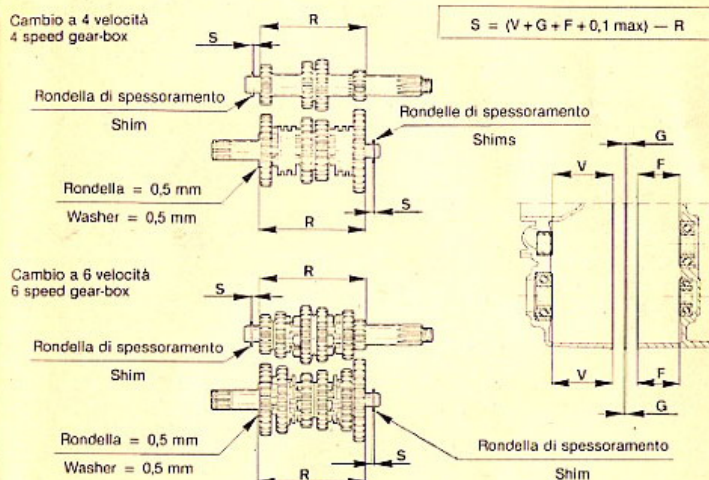

FIG. 23 Cambio
- 3) In caso di sostituzione rilevare la distanza dei rasamenti sui due alberi completi e sui semicarter (compresa la guarnizione centrale). Compensare la differenza con rondelle di spessoramento disposte come indicato in fig. 23.